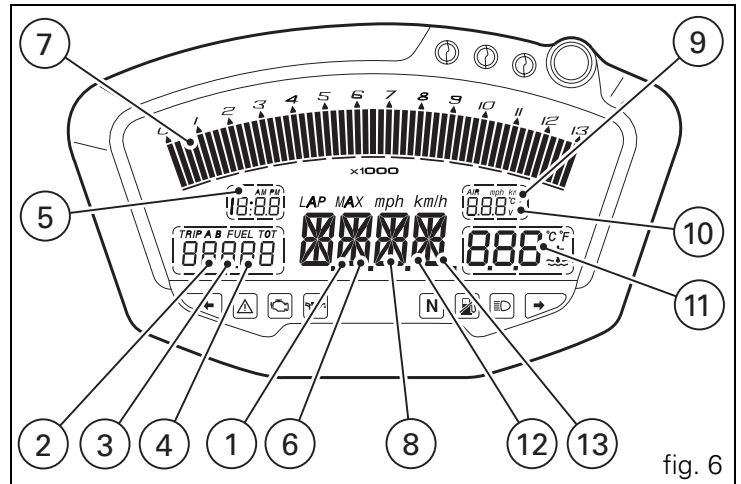

fig. 6
12) **Servicing indicator (SERV)** (fig. 6).
13) **DAQ (USB)** (fig. 6).